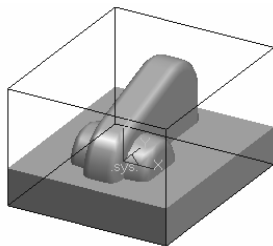

图 8-161 设置的工件
2) 设置毛坯形状为立方体, 选中“参照模型”, 单击“参照模型”按钮, 勾选“显示毛坯”按钮, 以在显示窗口中以线框形式显示毛坯, 单击“定义毛坯”对话框中的“确定”按钮, 完成加工工件设置, 如图 8-161 所示。